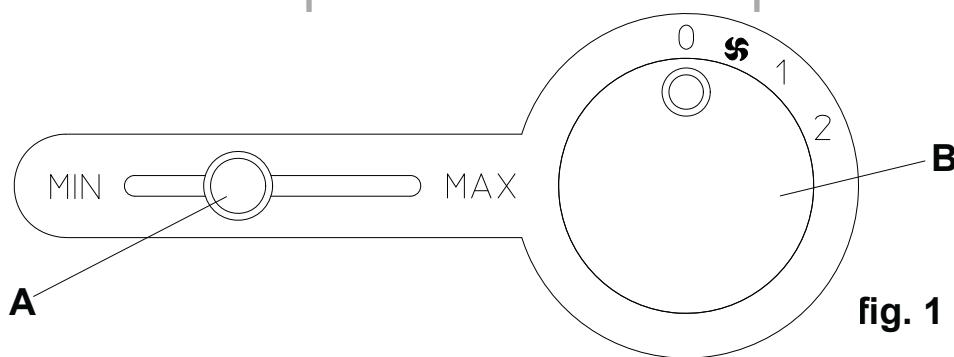
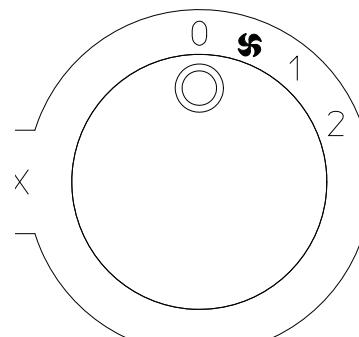

fig. 1
fig. 2
- Assicurarsi che il riferimento "I" della manopola "B" (fig. 1) sia allineato al simbolo "o" presente sul pannello comandi (fig.2).
- Ensure that the reference mark "I" on knob "B" (fig. 1) is aligned with the "o" symbol on the control panel (fig. 2).
- S'assurer que la référence "I" de la molette "B" (fig. 1) est alignée sur le symbole "o" présent sur le pupitre de commande (fig. 2).